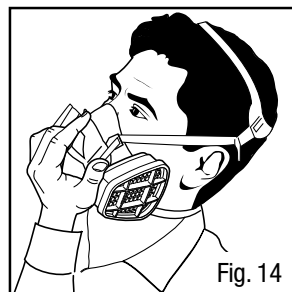

Fig. 14
1. Relever légèrement la tête, puis couvrir l'ouverture du couvercle de soupape d'exhalation avec la main et expirer doucement (Fig. 14). Si le masque gonfle légèrement et qu'on ne détecte aucune fuite d'air entre le visage et le masque, l'ajustement est bon.